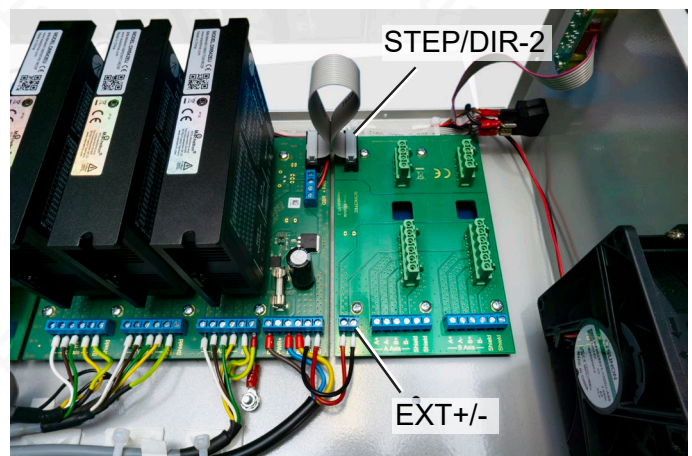

Bild 1: Fertig montiertes Erweiterungs-Modul Extension 542
- Montieren Sie die Erweiterungs-Platine mit den beiliegenden Distanzmuttern und Schrauben im vorderen Teil des Gehäuses, wie in Bild 1 gezeigt.